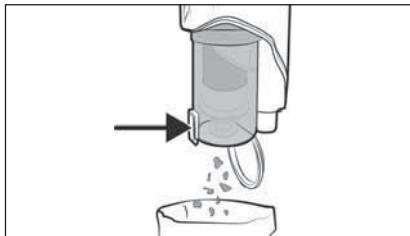

Fig. 18
- Videz le bac à poussière ⑦ et nettoyez le filtre en acier inoxydable ⑥ et le filtre EPA ⑤ dès que le niveau de remplissage du bac à poussière ⑦ a atteint le repère MAX.
- Tenez le bac à poussière 7 dans une poubelle et appuyez sur la touche de déverrouillage du couvercle du bac à poussière 8. Le couvercle du bac à poussière 9 s'ouvre et son contenu est vidé dans la poubelle (voir fig. 18). Fermez ensuite le couvercle du bac à poussière 9.